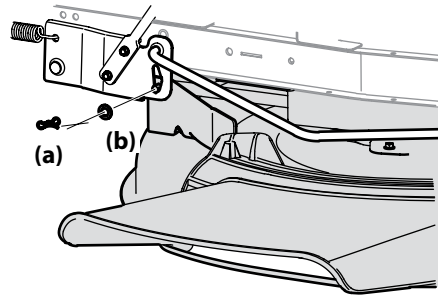

Figura 4-8
- Extraiga el pasador de chaveta con unión curva (a) y la arandela plana (b) del conjunto de elevación de la plataforma y guárdelo para volver a colocarlo posteriormente. Consulte la Figura 4-8.